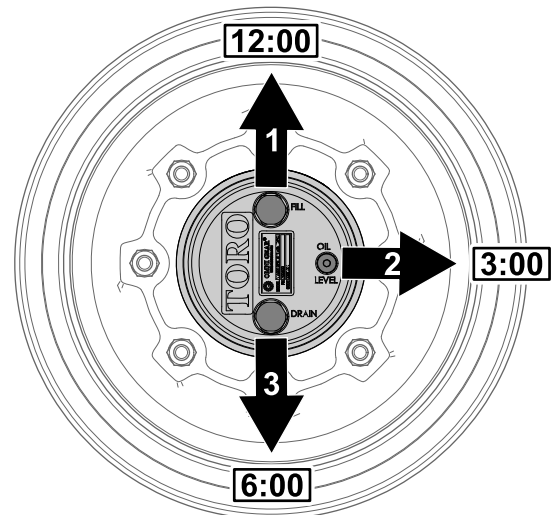

Bild 59
1. Parken Sie die Maschine auf einer ebenen Fläche und positionieren Sie das Rad so, dass die Füllschraube auf 12 Uhr, die Prüfschraube auf 3 Uhr und die Ablassschraube auf 6 Uhr steht (**Bild 59**).
2. Entfernen Sie die Prüfschraube, die auf 3 Uhr steht (**Bild 59**).
1. Parken Sie die Maschine auf einer ebenen Fläche und positionieren Sie das Rad so, dass die Füllschraube auf 12 Uhr, die Prüfschraube auf 3 Uhr und die Ablassschraube auf 6 Uhr steht, siehe Bild 59 in Prüfen des Ölstands im Planetengetriebe \(Seite 55\).